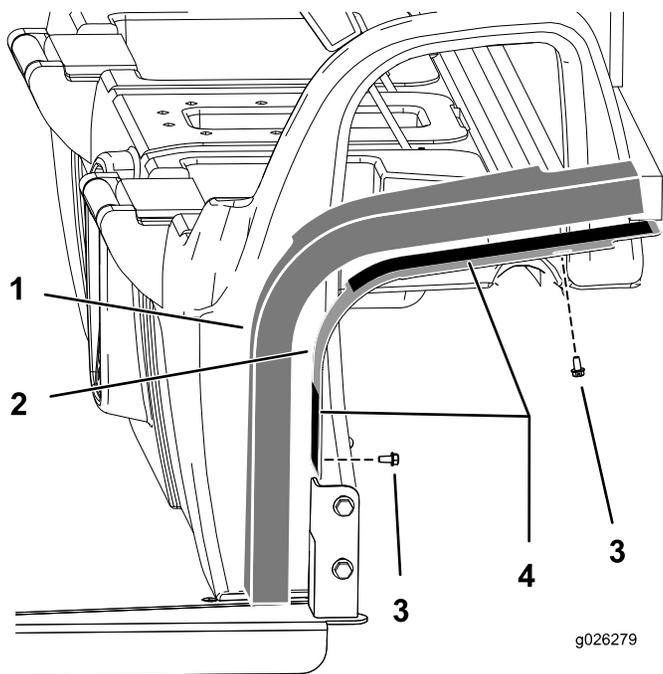

Figura 6
1. Aperte as placas de montagem na cabina utilizando 4 parafusos (¼ pol.) como se mostra na Figura 6.
3. Retire a película traseira da fita adesiva de dupla face nas placas de montagem (Figura 6).
4. Instale os painéis de espuma no conjunto (Figura 6).